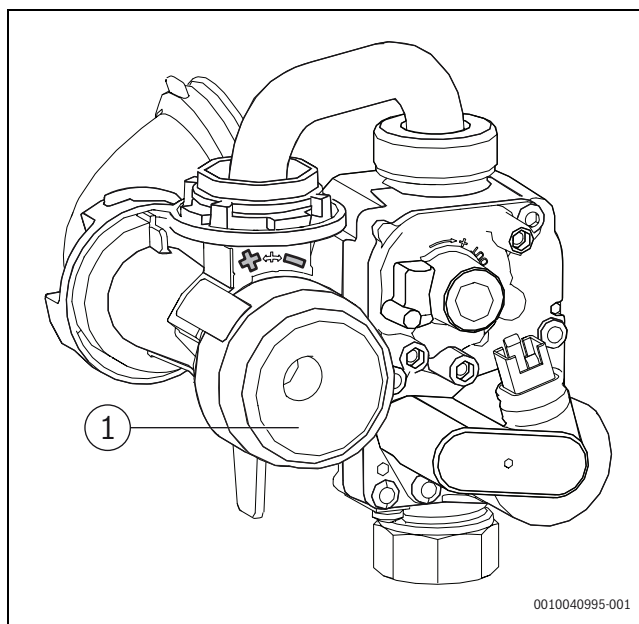

Fig. 31 Réglage du rapport air-gaz
- Contrôle et ajustement éventuel de la teneur en CO_2 ou en O_2 pour la puissance calorifique nominale maximale selon le tableau (→ page 44, fig. 31).